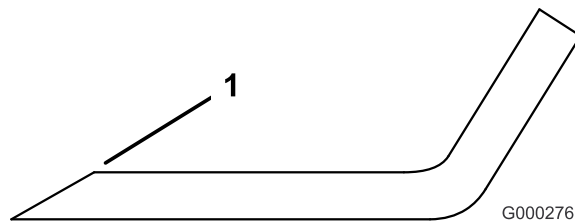

Figure 100
1. Au moyen d'une lime, aiguissez les tranchants aux deux extrémités de la lame (Figure 100). Veillez à conserver l'angle de coupe d'origine. Limez la même quantité de métal sur chacun des deux tranchants pour ne pas déséquilibrer la lame.